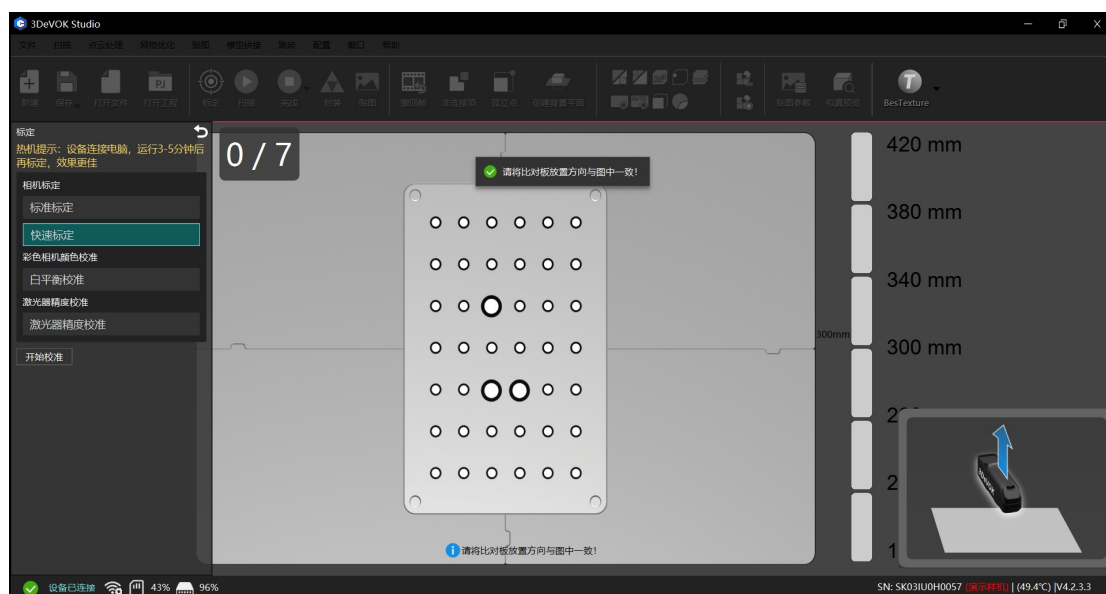

图 6-4 快速标定软件截图示意图
- 2、点击 标定 进行设备标定，按照指引步骤进行标定（如下图 6-4 所示）。